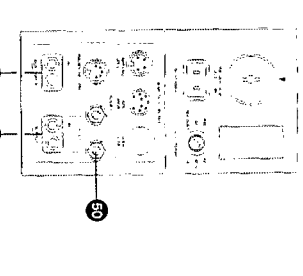

Fig. 6.4-14
- Bedienungselemente nach Fig. 6.4-14 einstellen.
- NF-Millivoltmeter an Ausgang (51) OUTPUT bzw. R anschließen.
- NF-Generator an Anschluss (48) AUX INPUT parallel anschließen (10 kHz, 0 VU -20 dB).
- Effectuez les commutations selon la fig. 6.4-14.
- Branchez un millivoltmètre BF aux sorties (51) OUTPUT L ou R.
- Reconnectez un générateur BF aux entrées (48) AUX INPUT (10 kHz, 0 VU -20 dB).